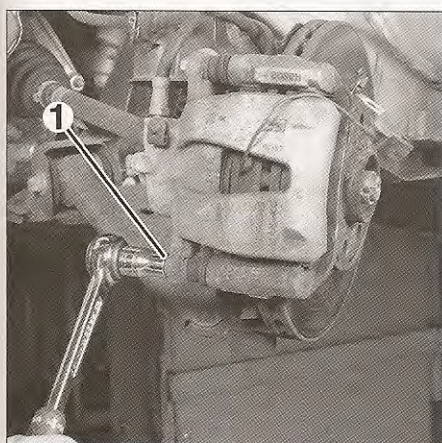

FIG. 2
- Desmontar el tornillo de fijación inferior (1) de la pinza (fig. 2).